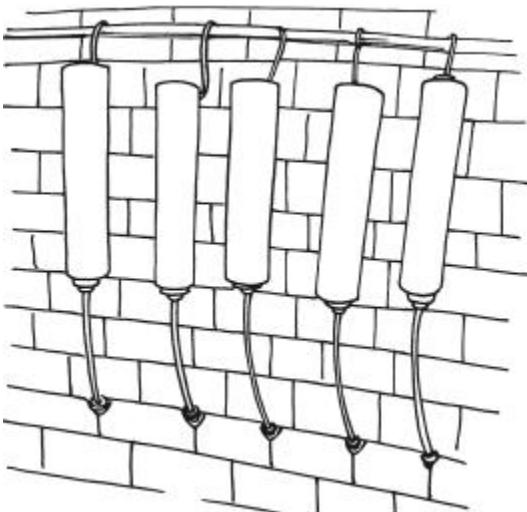

Рис. 7. Подача гидрофобизирующего состава в
3. В толщу стены через шпуры с помощью «капельниц» (картриджей) подают специальные гидрофобизирующие составы в жидкоком или пастообразном виде (рис. 7), свободно или под давлением. Если стена достаточно пористая и относительно сухая (влажность не более 60 %), подачу состава производят свободно – методом капельницы. В иных случаях вещество подают в стену под давлением, при этом достаточно одного ряда шпурев. Пропитку без давления проводят в течение 8 ч и более. Необходимый объем состава и его вид определяют специалисты. Как правило, это раствор на основе извести или цемента с различными добавками, в том числе полимерными.